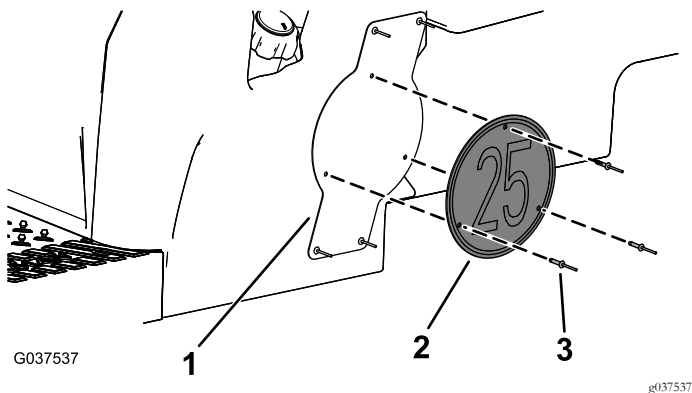

Bild 13
8. Befestigen Sie das Geschwindigkeitsschild an der Geschwindigkeitsschildhalterung mit drei Blindnieten (3/16" x 29/32"), wie in Bild 13 abgebildet.